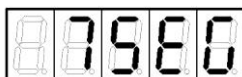

Рисунок 22
3. Нажать кнопку . На индикаторе появится обозначение "7SEG" (рисунок 22).